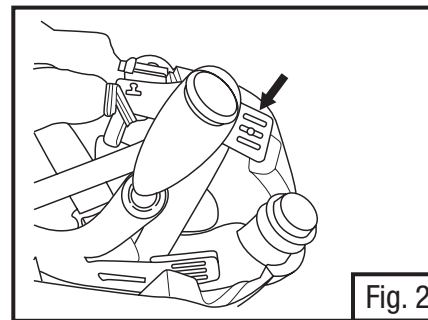

Fig. 2
- a. A cinta da cabeça (headband) da carneira pode ser ajustada em quatro pontos. Há dois pontos de ajuste na parte de trás do equipamento para a cabeça e dois à frente. Para mudar a posição da cinta da cabeça, puxe a ranhura de ajuste da altura (tipo escada) para fora do pino e proceda ao seu reposicionamento para outra ranhura na "escada" (corrente de ranhuras) (Fig. 2). Cada ponto pode ser ajustado independente para um ajuste personalizado.